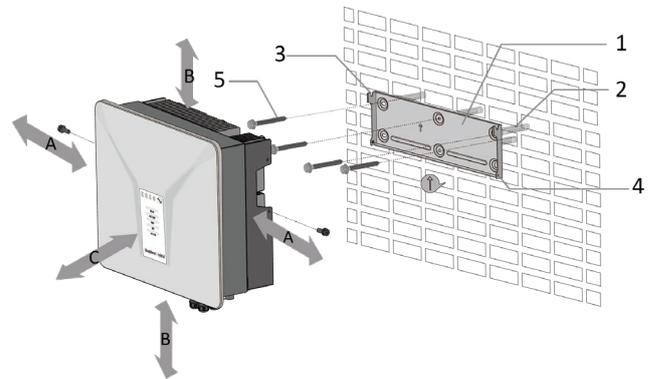

Abb. 9. Montage der Wandhalterung
- Bei der Montage zu beachtende Mindestabstände [siehe Abb. 9 auf Seite 23].